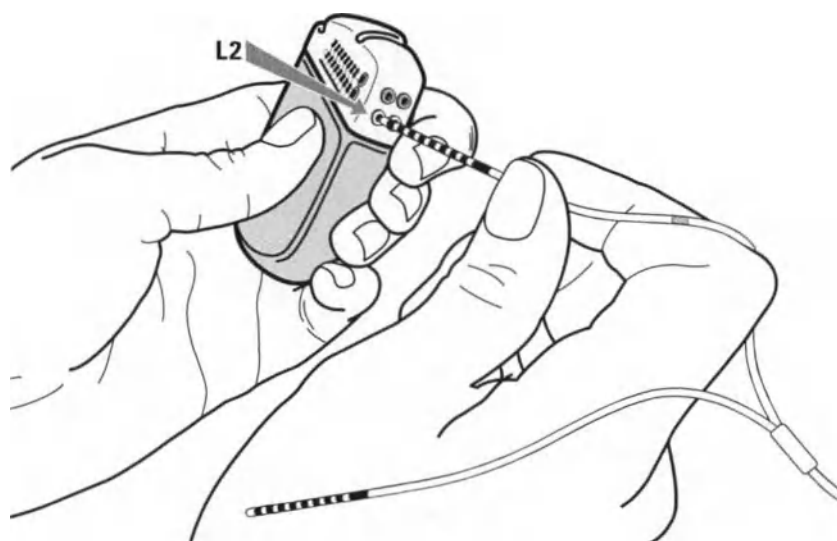

Рисунок 39. Подключение к порту L2 ИГИ
- а. Для удлинителя электрода на 2х8 контактов: подключите шлейф с золотистой полоской маркировки к порту с обозначением L2 (Рисунок 39).